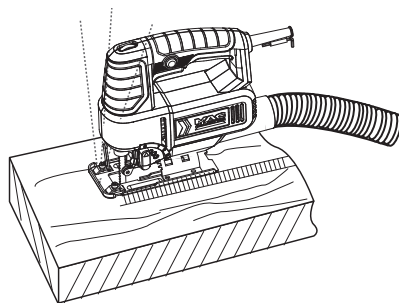

Fig. 15
- > Reglați unghiul de tăiere necesar; asigurați-vă că șuruburile hexa (20) sunt strânse corespunzător. Pentru o lucrare precisă, mai întâi efectuați tăieturi de probă pe resturi ale piesei de prelucrat. Verificați tăietura și resetați unghiul până când obțineți tăierea corectă.
- > Plasați placa de bază (11) drept pe piesa de prelucrat și împingeți produsul înainte cu viteză constantă (Fig. 15).